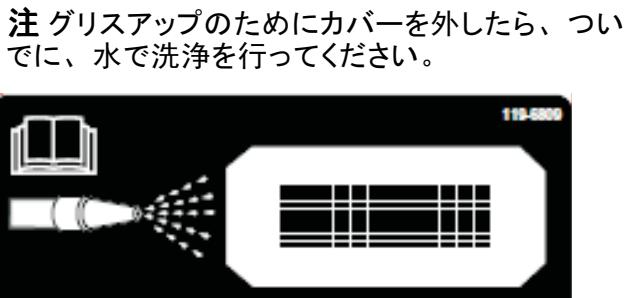
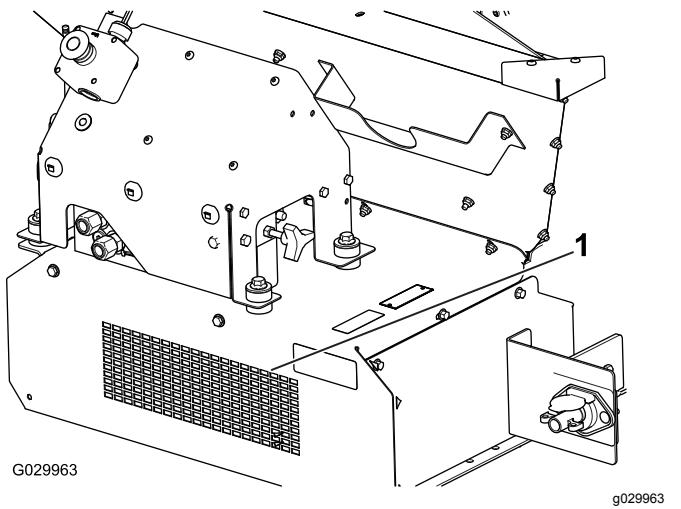

図 57
図 58
10. 機体の前部に清掃ステッカー図 57 が貼付されているステッカーに描かれているように、水道ホースを使って前ガードのメッシュから水を掛け、腹板に残っている資材を完全に流し出す図 58。